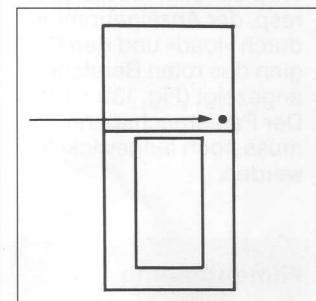

Fig. 18
- 9.1. Um ein versehentliches Öffnen der Formatmaske bei nicht eingesetzter Kassette zu verhindern, ist auf der Kassettenrückseite ein Verriegelungsstift angebracht (Fig. 18). Beim Einsetzen der Kassette in die Kamera wird der Stift niedergedrückt. Erst jetzt kann der Formatmaskendrehknopf (10) betätigt werden.
- 9.1. To avoid an accidental opening of the mask when the holder is not inserted into the camera, the rear of the holder carries a locking pin (fig. 18). When inserting the holder the pin will be depressed. Only now the mask opening knob (10) can be operated.
- 11.2. Formatmaske vollständig öffnen (6×12 cm) (Verriegelungsstift auf Kassettenrückseite (Fig. 18) ein- drücken).
- 11.2. Open the mask completely (6×12 cm) (depress interlock pin on the back of the holder (fig. 18)).
- 11.2. Ouvrir complètement le cache de format (6×12 cm) (enfoncer la cheville de blocage sur le dos du châssis (fig. 18)).